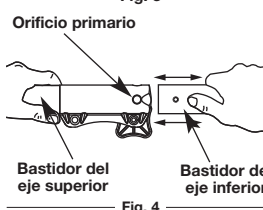

Fig. 4
- Mientras sostiene el bastidor del eje superior con firmeza, tire del accesorio de corte o accesorio en línea recta fuera del acoplador EZ-Link™ (Fig. 4)